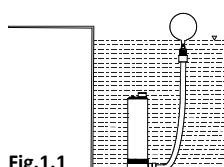

Fig.1.1
- La pompe doit être posée sur la surface plane du fond de réservoir. Placer un préfiltre d'aspiration fixe ou flottant pour éviter l'aspiration de matières abrasives (fig 1.1 & 1.2) Ne pas placer de clapet de pied ou clapet anti-retour à l'aspiration ou directement sur la sortie de pompe (le clapet doit être installé au dessus de la citerne ou après).